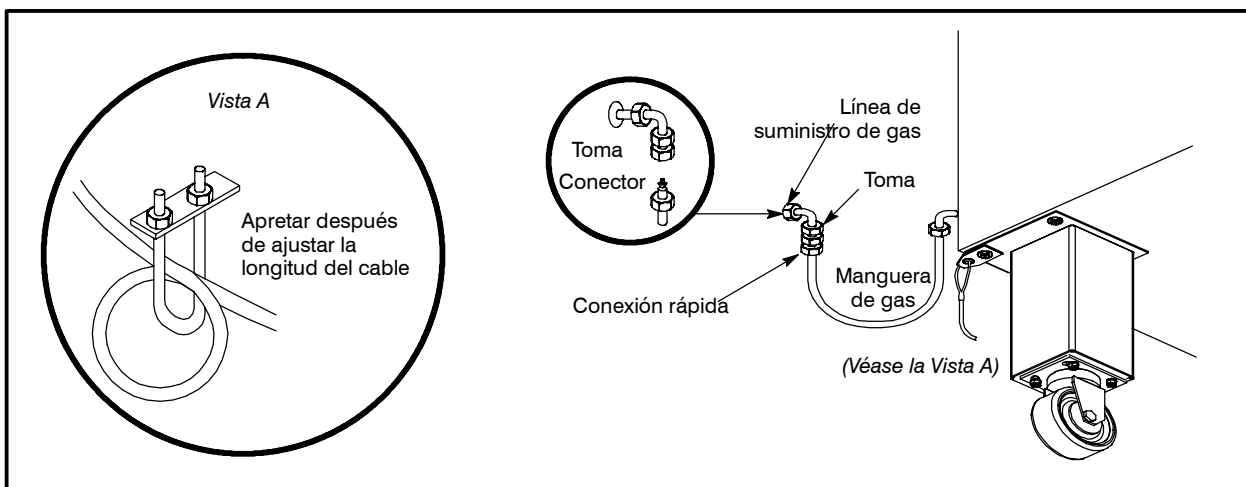

Figura 16
- El cable de seguridad debe ser lo bastante corto como para evitar tensiones en el conector. En la Figura 16 se muestra el modo de ajustar su longitud.